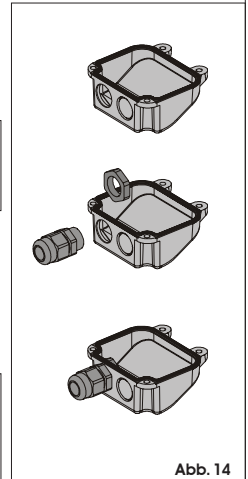

Abb. 14
- 1) Eine der beiden vorderperforierten Öffnungen auf dem mitgelieferten Deckel durchbrechen, Abb. 14. Bei Antrieben mit Endschalter müssen beide Öffnungen durchbrochen werden.